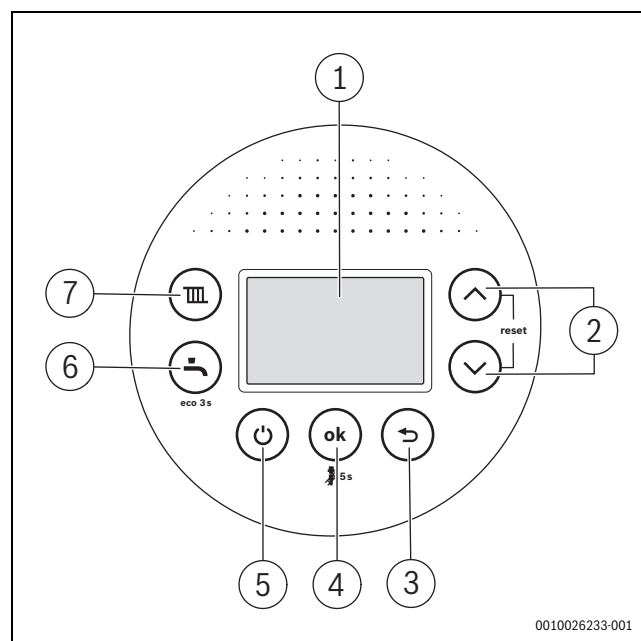

Bild 108 Bedienfeldübersicht
Nach der Inbetriebnahme schaltet die Taste  (→ Bild 108, [5]) gleichzeitig Heizung und Warmwasserbereitung durch das Brennwertgerät ein oder aus, ohne die Spannungsversorgung zu unterbrechen.
- Im normalen Betrieb das Gerät mit der Taste  (→ Bild 108, [5]) ausschalten.